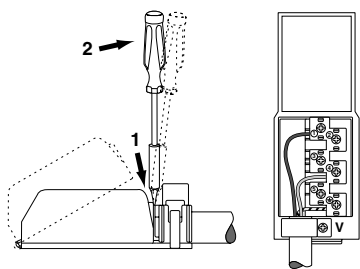

Fig.11
- dévissez la vis du serre-câble "V" de même que les vis des contacts (Fig.11).